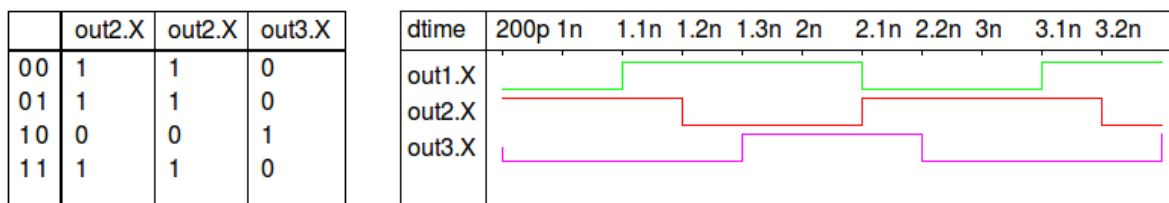

Figura 8: Formatos de visualização dos dados da simulação digital: tabela verdade e diagrama de tempos.
- Diagrama de tempos: mostra em um gráfico temporal os valores lógicos “0”, “1” ou “X” de acordo com o estado lógico do nó analisado. Os atrasos das portas ou circuitos lógicos são considerados. O resultado é semelhante ao da análise transiente, porém apenas níveis lógicos são computados (Figura 8). O circuito deve conter apenas elementos digitais.